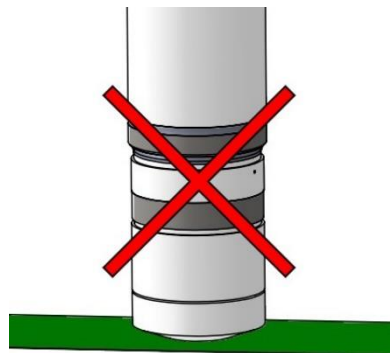

Figura 8: No utilice papel abrasivo en la membrana
A continuación se muestra el procedimiento para la instalación eléctrica de las sondas equipadas con la salida de corriente con cable de dos hilos, como se muestra en la Figura 8. Gire el elemento superior (3) del sensor en sentido antihorario y extraiga el elemento superior
1. Afloje la tuerca de bloqueo (2) del conector roscado y pasar el cable de medición, (1) a través de la misma.
2. Haga visibles los extremos del cable hasta 0,5 cm, aplique los terminales del cable ($\phi_{\text{máx}} = 0,5 \text{ mm}^2$) y conéctelos a la conexión de 2 conductores respetando la polaridad indicada en el terminal (4).
3. Inserte completamente el elemento superior del sensor (3) en el cuerpo de la sonda (5) y ciérrelo girándolo en el sentido de las agujas del reloj hasta que se detenga.
5. Apriete la tuerca de bloqueo (2) en el conector roscado.